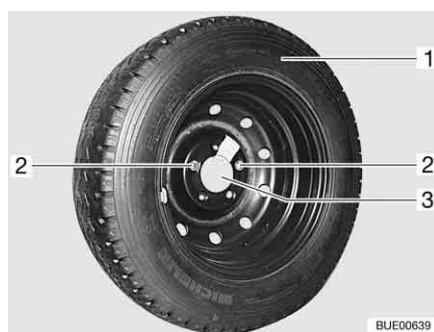

Fig. 297 Supporto per la ruota di scorta nel garage di coda
- Svitare e rimuovere entrambe le viti di fissaggio (Fig. 297,2) con la dotazione attrezzi.
- Rimuovere la ruota di scorta (Fig. 297,1) dal supporto (Fig. 297,3).